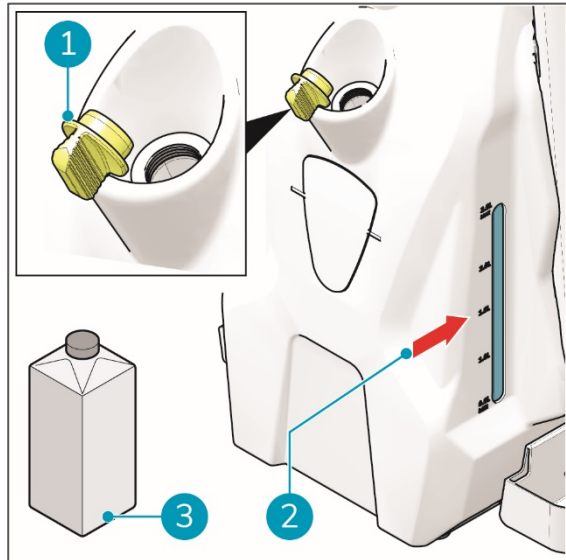

Abbildung 12
1. Schrauben Sie den gelben Deckel ab (Abb. 12, Pos. 1).
2. Gießen Sie i-gum®-Lösung zur Kaugummientfernung (Abb. 12, Pos. 3) ein, während Sie die Flüssigkeitsanzeige (Abb. 12, Pos. 2) an der Seite beobachten.
3. Setzen Sie den gelben Deckel wieder auf (Abb. 12, Pos. 1). Achten Sie darauf, dass er richtig schließt.
4. Nehmen Sie den gelben Deckel vom Flüssigkeitstank ab (Abb. 12, Pos. 1).
7. Setzen Sie den gelben Deckel wieder auf (Abb. 12, Pos. 1).